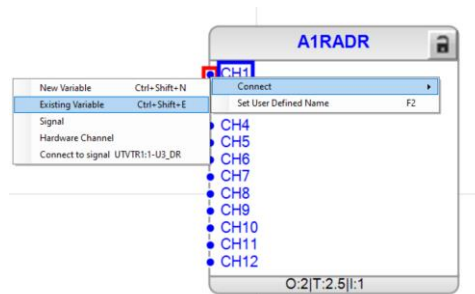

Imagen 299_Conexión de variable al puerto de entrada CH1 del bloque A1RADR.
- 4.2.15 También vamos a añadir el bloque desde “View - Object Types - AIRADR” y conectamos con clic derecho en “Connect - Existing Variable” como se muestra en la **Imagen 299**.